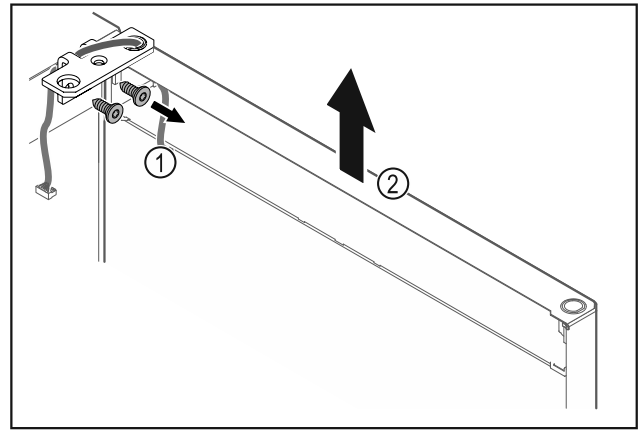

Fig. 24
- ▶ Scharnierwinkel Fig. 24 (1) abschrauben.
- ▶ Tür inklusive Scharnierwinkel Fig. 24 (2) circa 200 mm gerade nach oben heben und abnehmen.